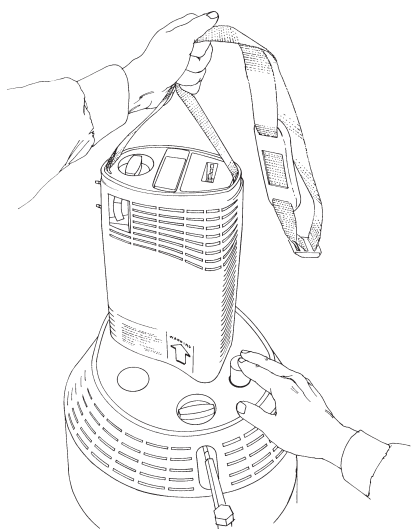

Figura 12
8. Sganciare l'unità Portatile Companion dall'unità Stazionaria trattenendola dalla tracolla e premendo il pulsante di sblocco (Figura 12). Trattenere costantemente l'unità Portatile Companion con una mano durante l'operazione di sganciamento. Se l'operazione si rivela difficoltosa ciò può essere causato da un congelamento delle unità. **NON FORZARE.** Lasciare semplicemente riscaldare le parti congelate per qualche minuto e sganciare quando il ghiaccio è sciolto.